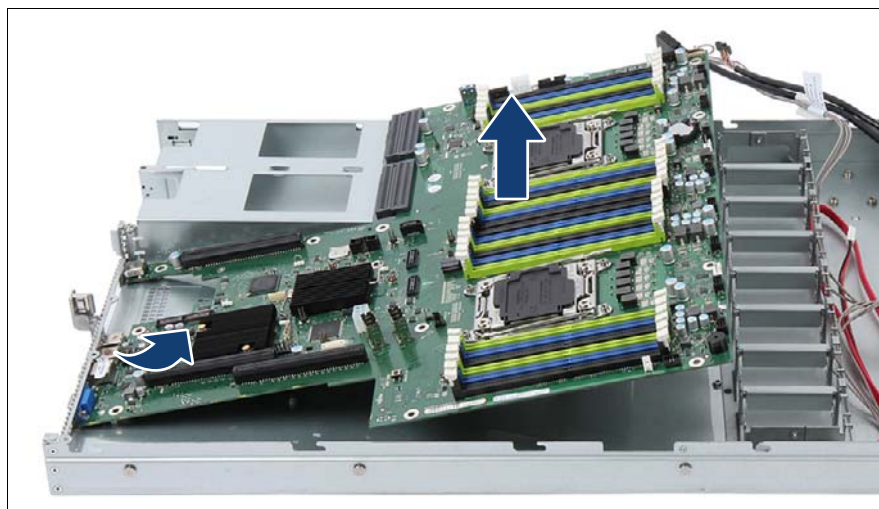

図 242: システムボードの取り外し
- ▶ システムボードをわずかに傾けて持ちながら挿入します。コネクタをコネクタパネルにスライドさせます（334 ページ の 図 242 を参照）。